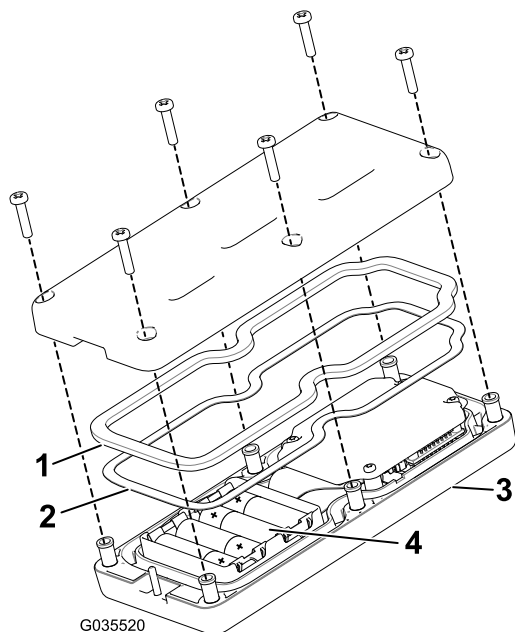

Рисунок 31
3. Отверните 6 винтов в задней части пульта дистанционного управления и демонтируйте крышку (Рисунок 31).
- Вставьте все новые батарейки в соответствующие гнезда, соблюдая полярность. (Если батарейки будут установлены неправильно, устройство не будет повреждено, но и не будет работать.) В каждом гнезде имеется тиснение с обозначениями полярности клемм (Рисунок 31).
- В случае случайного удаления резинового уплотнения и стальной прокладки осторожно установите их в канавку ручного пульта дистанционного управления (Рисунок 31).
- Установите на место крышку, закрепите ее с помощью 6 ранее снятых винтов (Рисунок 31) и затяните их с моментом 1,5–1,7 Н·м.